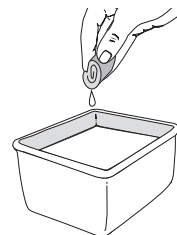

Fig. 22
- Lave el filtro con agua y detergente (Fig. 22). Enjuague bien el filtro y déjelo secar.